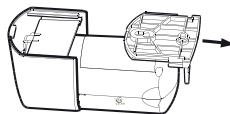

Fig. 14
2. Verwijder het beslag. Fig. 14